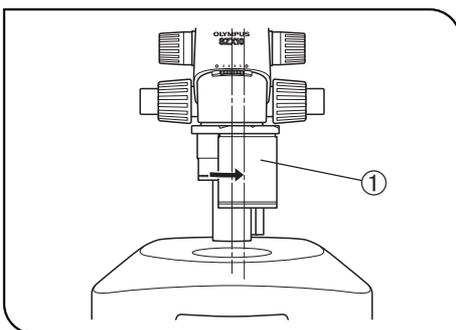

Abb. 30
1. Das gewünschte Objektiv ① im Uhrzeigersinn (15°) bis zur Rastung für den Strahlengang der Kamera drehen. (Abb. 30)